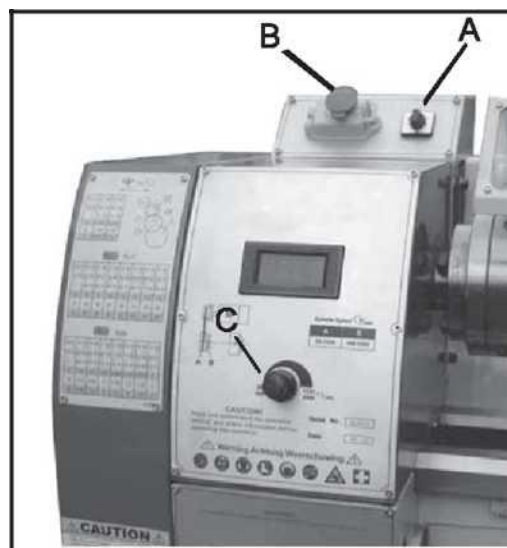

Рис. 11
1. Переключатель направления движения (А, Рис. 11)
2. Аварийный переключатель «ON/OFF» (ВКЛ./ВЫКЛ.) (В, Рис. 11)
3. Рукоятка регулировки частоты вращения шпинделя (С, Рис. 11)